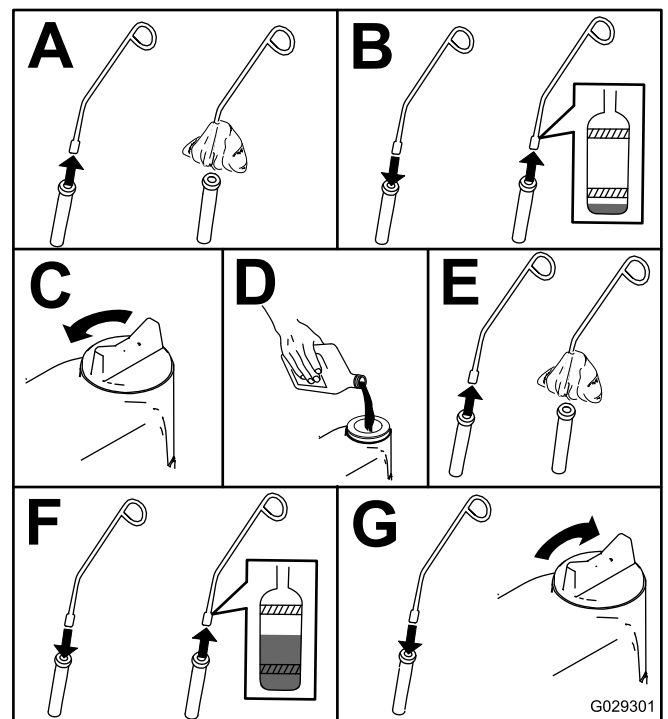

Figure 44
5. Contrôlez le niveau d'huile moteur et faites l'appoint au besoin (Figure 44).